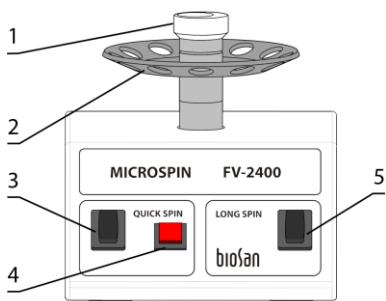

Рисунок 1. FV-2400
4.4.1 **FV-2400 и FVL-2400N.** Чтобы сменить ротор (рис. 1/2 или 2/3), держите его одной рукой и открутите головку вортика (рис. 1/1 или 2/2) против часовой стрелки. Смените освобождённый ротор и закрутите головку вортика.
5.2.2 **Быстрое центрифугирование.** Вставьте пробирки в ротор, соблюдая равновесие. Переведите переключатель **QUICK SPIN** (рис. 1/3) в положение **I** (включено). Нажмите и держите нажатой красную кнопку (рис. 1/4) для центрифугирования. После отпускания кнопки ротор останавливается. Переведите переключатель **QUICK SPIN** в положение **O** (выключено) и извлеките пробирки.
5.2.3 **Вортексирование.** Уберите все пробирки из ротора. Переведите переключатель **QUICK SPIN** в положение **I**. Мягко держа пробирку за верх, прижмите низ пробирки к углублению головки вортекса (рис. 1/1). Для вортексирования, нажмите и держите красную кнопку. После отпускания кнопки ротор останавливается. Переведите переключатель **QUICK SPIN** в положение **O**.
5.2.4 **Продолжительное центрифугирование.** Вставьте пробирки в ротор, соблюдая равновесие. Переведите переключатель **LONG SPIN** (рис. 1/5) в положение **I** (включено). Ротор начнёт движение. Переведите переключатель **LONG SPIN** в положение **O** (выключено), дождитесь остановки ротора и извлеките пробирки.